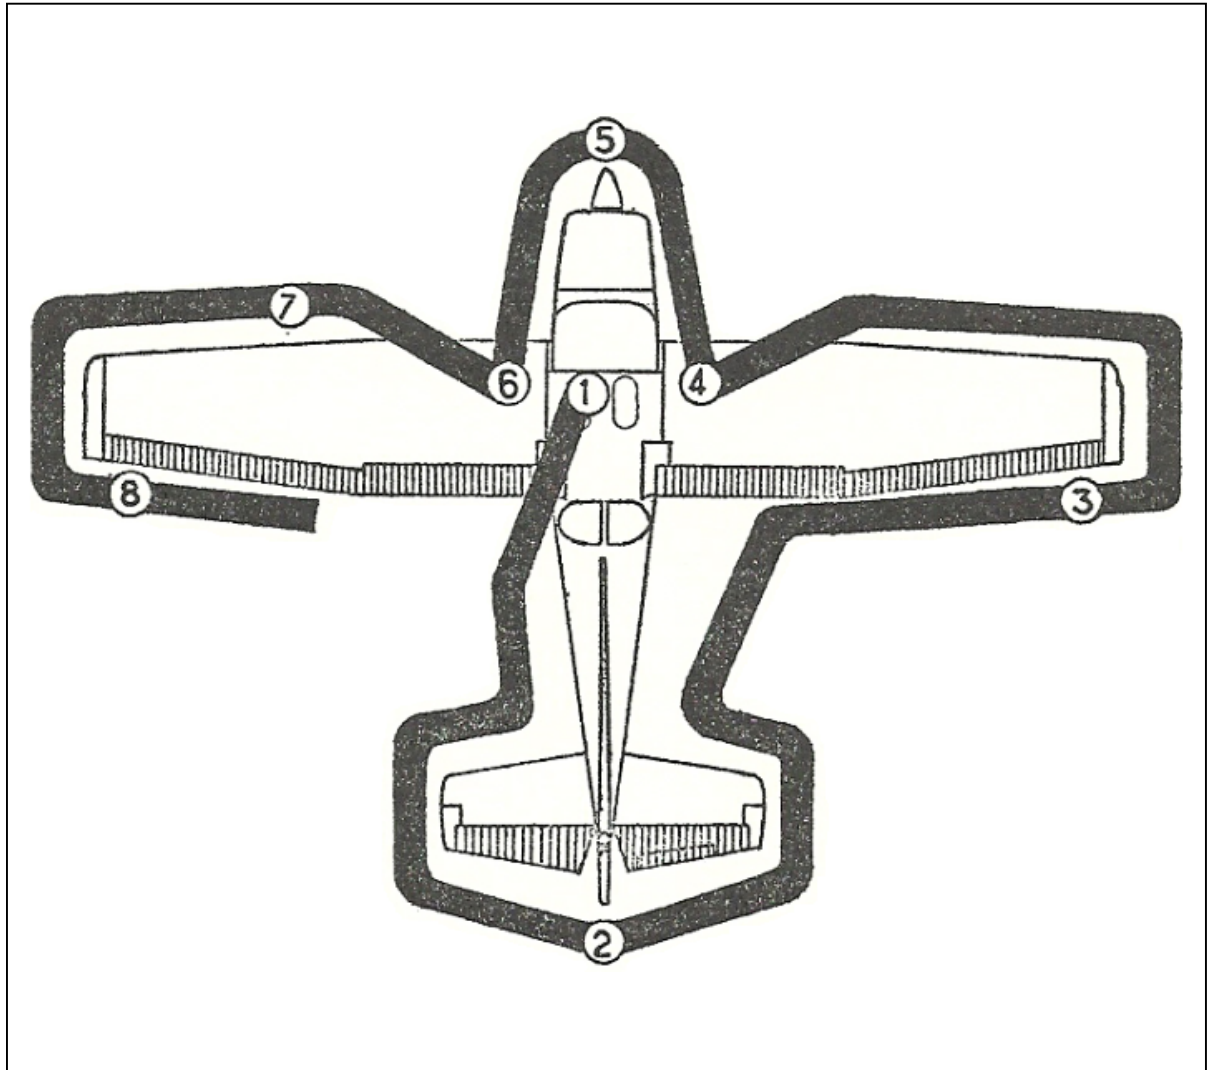

Figure 7
- 1) Faire le tour de l'appareil selon le schéma de la figure 7.